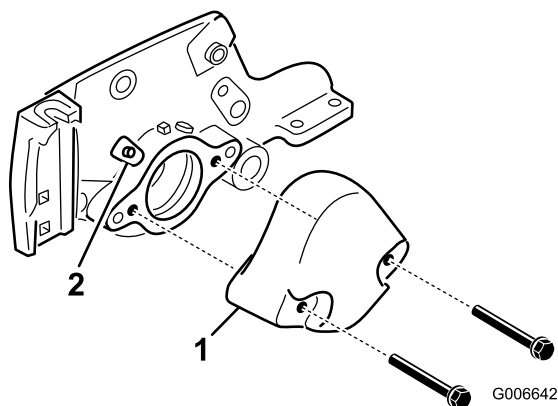

Рисунок 3
3. Открутите два болта, крепящих противовес с левой стороны режущего блока. Снимите противовес (Рисунок 3).
4. Снимите прямую масленку с корпуса подшипника и замените ее угловой (45 град.) штуцером (Рисунок 3). Расположите штуцер так, чтобы он был направлен в сторону верхней части режущего блока.